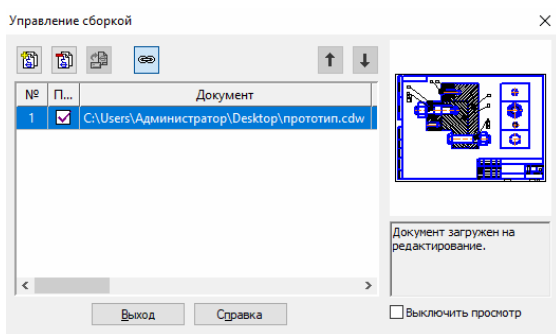

Рисунок 4 – Окно управления сборкой
- в диалоговом окне *Выберите файлы для открытия* делается текущим свой сборочный чертеж и, щелкнув на кнопку *Открыть*, – в окне *Управление сборкой* в списке подключенных файлов и окне просмотра отобразится выбранный чертеж (Рисунок 4);